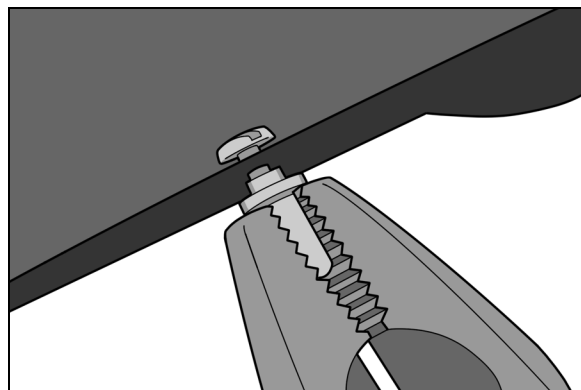

Fig. 2
2. Fatta tag i Bos 2.1 Pin på de plana sidorna med hjälp av plattången och dra nedåt för att ta bort det. (Fig. 2).